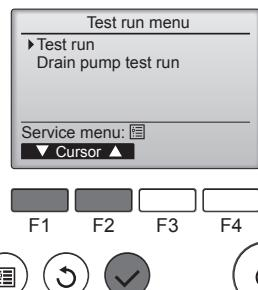

Fig. 7-2
- Välj "Test run" (Testköring) från menyn Testköring och tryck på [VÄLJ]. (Fig. 7-2)